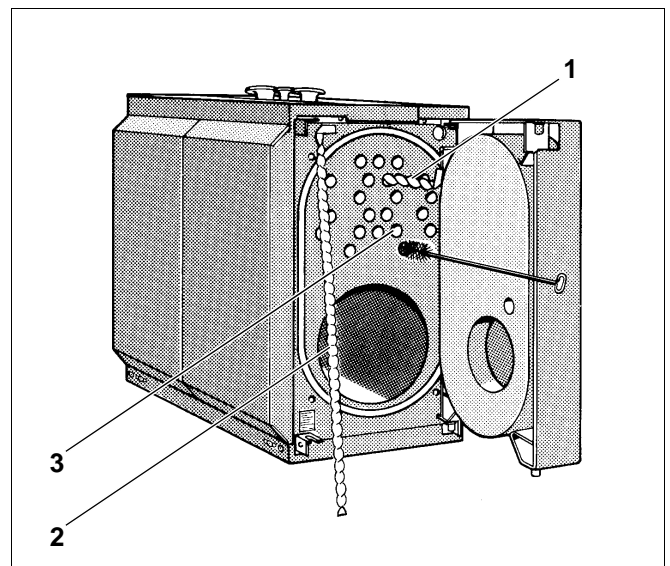

Abb. 27 Reinigung des Heizkessels
- Turbulatoren (Abb. 27, **Pos. 1 u. 2**) aus Nachschaltheizrohren entnehmen.
- Nachschaltheizrohre (Abb. 27, **Pos. 3**) durchbürsten.